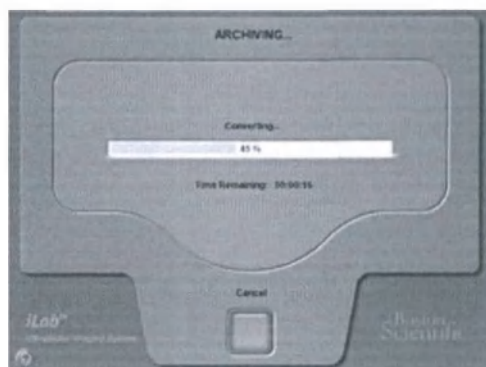

Рисунок 2–79. Окно АРХИВИРОВАНИЕ... (в процессе)
- 2 Нажмите NEXT (ДАЛЕЕ), чтобы отобразилось окно АРХИВИРОВАНИЕ... См. Рисунок 2–79.